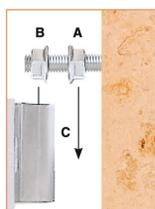

Abb. 3
- Schrauben Sie auf die beiden oberen Gewindebolzen der Heizplatte (werden in Wandhalter eingehängt) je eine Sechskantmutter mit Flansch (A) bis zum Gewindeende und achten Sie darauf, dass der Flansch von der Heizplatte weg zeigt. (siehe Abb. 3 (sind werkseitig vormontiert))
- Schrauben Sie als nächstes zusätzlich je eine Sechskantmutter mit Flansch (B) ca. 10 mm auf die beiden oberen Gewindebolzen. Der Flansch muss zur Marmorheizplatte zeigen. (sind werkseitig vormontiert)
- Hängen Sie nun die Marmorheizplatte mit den Gewindebolzen so in die montierten Wandhalter ein, dass sich die vormontierten Sechskantmutter jeweils vor und hinter der Einhängöffnung befinden (C).